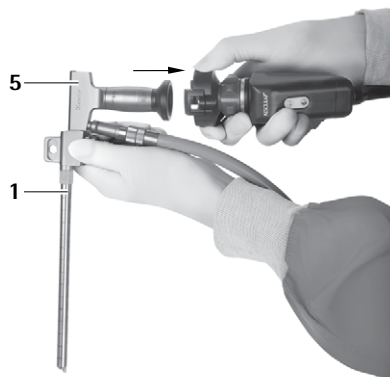
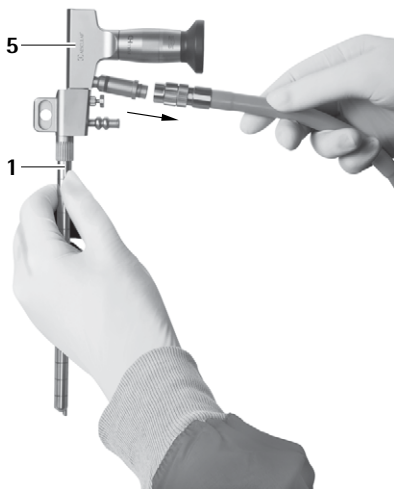

Fig. 6
Fig. 7
- Soltar el cable de luz y la cámara del endoscopio 5, ver Fig. 6 y ver Fig. 7.